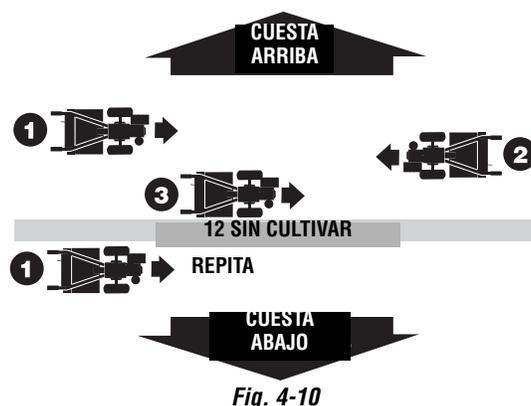

Fig. 4-10
• Para crear una terraza, comience en la cima de la pendiente y trabaje hacia abajo. Recorra la primera hilera hacia atrás y hacia adelante como se muestra en la Fig. 4-10.